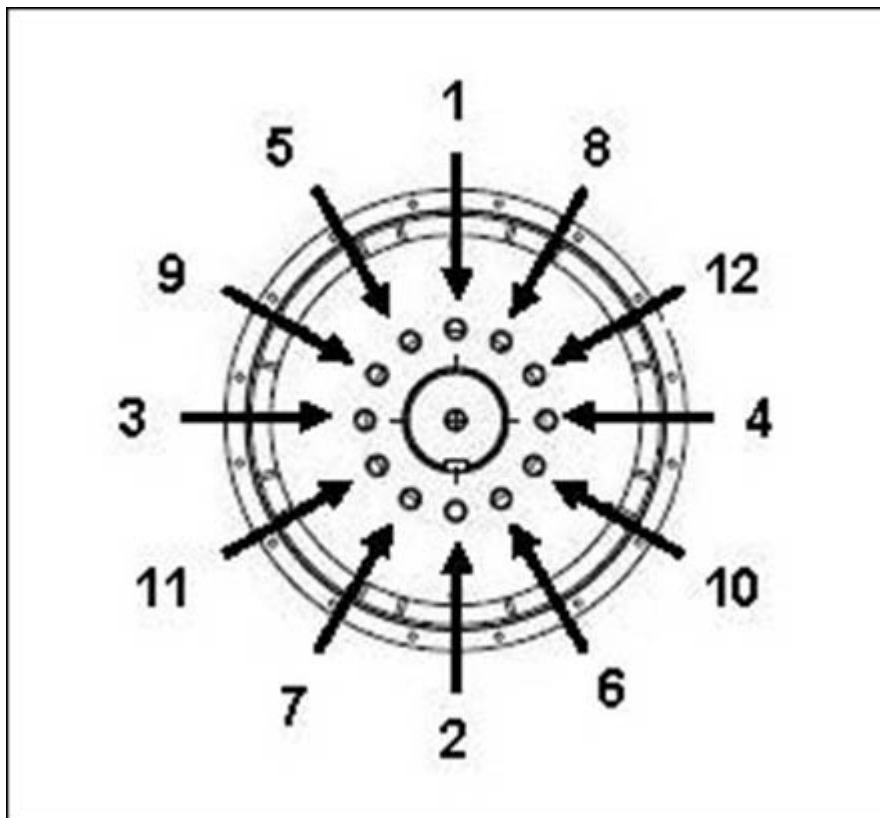

FIGURA 20. SEQUENZA DI FISSAGGIO AL MOZZO
4. Se necessario, serrare i bulloni del disco di accoppiamento nella sequenza indicata in Figura 20 a pagina 42.